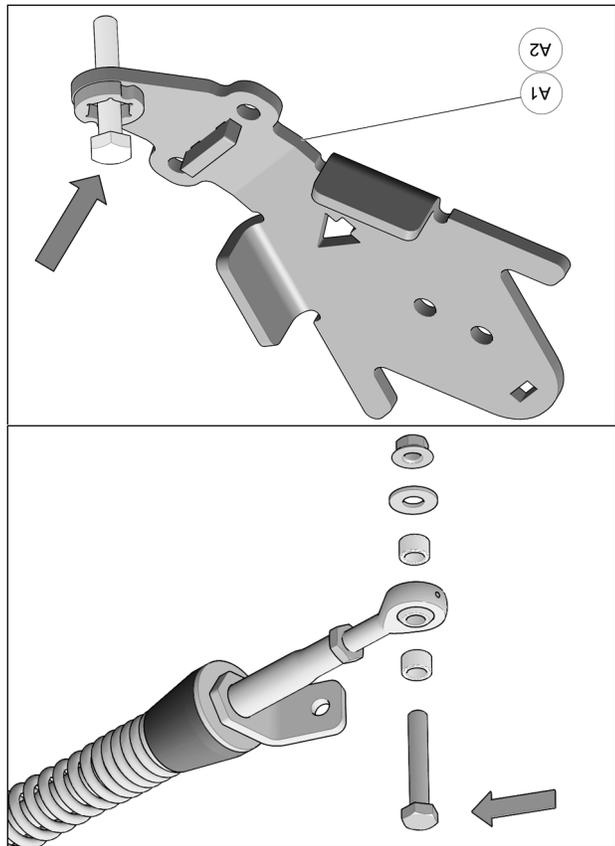

Fig. 9
4. Enlever les boulons, les rondelles et les espaces des rotules des bras stabilisateurs des systèmes avant. Insérer un boulon à l'extrémité de chacun des ancrages de suspension avant (A1-A2). Fig. 9